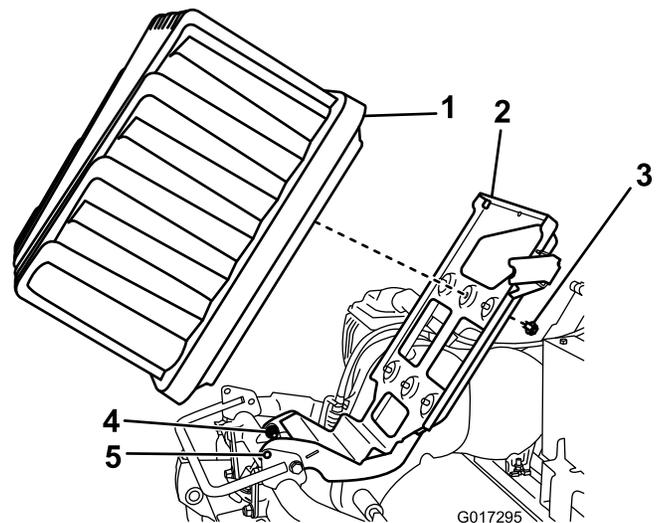

Figura 9
6. Eleve a plataforma da bateria até que os furos de bloqueio na base e estrutura fiquem alinhados (Figura 9).
5. Desaperte os 2 parafusos/porcas com meia volta cada (Figura 9).